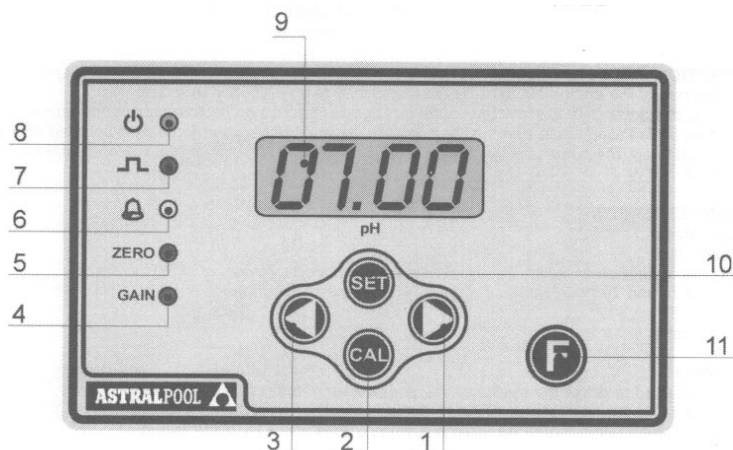

Рис. 18
9.1 – ОРГАНЫ УПРАВЛЕНИЯ НАСОСА (рис. 18)